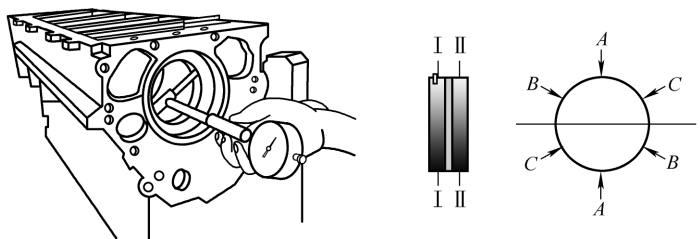

图 2-10 主轴承测量
3) 将曲轴主轴承瓦片安装在缸体与曲轴箱座孔中, 以 $250\text{N} \cdot \text{m}$ (潍柴 WP10 发动机) 的扭矩拧紧。用内径千分尺测量各道轴瓦内径。主轴承测量如图 2-10 所示, 在 I 和 II 两个平面进行, 每个平面在 A、B、C 三个方向测得 3 个值, 结果每个主轴承得到 6 个测量值。